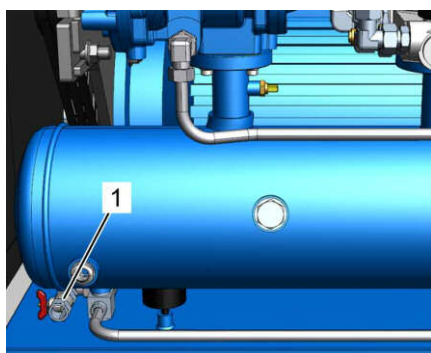

Рис. 34: Отверстие для слива охлаждающей жидкости
- Осторожно откройте отверстие для слива охлаждающей жидкости (Рис. 34/1) и проверьте вытекающую жидкость.
- Закройте отверстие для слива охлаждающей жидкости (Рис. 34/1) ☞ Приложение В «Моменты затяжки винтов» на странице 117.